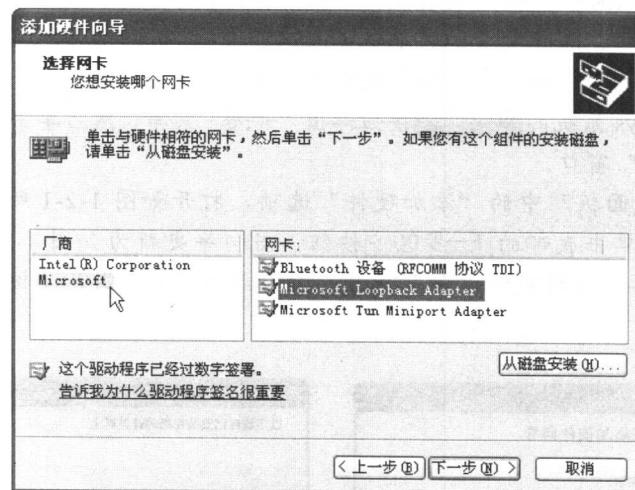

图 1-2-5 “添加硬件向导”对话框 5
(4) 单击向导中的“网络适配器”选项，然后再单击“下一步(N)>”按钮，向导将会自动更新至如图 1-2-5 所示的对话框 5。
(5) 在厂商栏里选取“Microsoft”选项，网卡栏里选择“Microsoft Loopback Adapter”